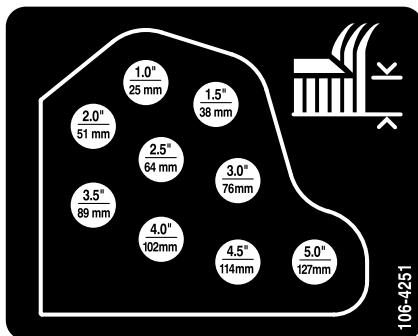

図 18
- ヘアピンコッターとクレビスピンを使って、希望する刈高穴図 18 に、刈高チェーンを取り付ける。